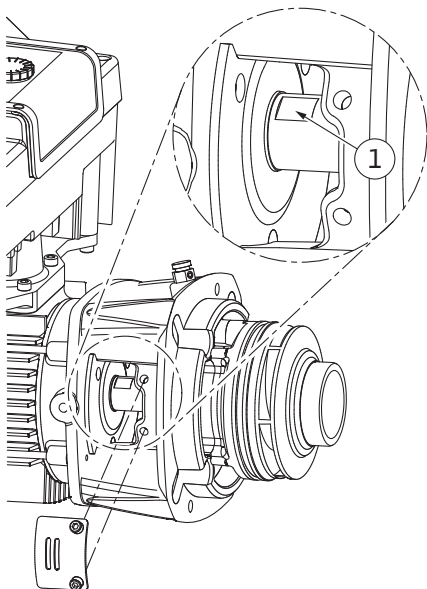

Fig. 100: Cheie fixată pe arbore
14. Introduceți o cheie fixă (deschidere 22 mm), în fereastra piesei intermediare și fixați arborele cu cheia (Fig. 100, Poz. 1). Deșurubați piulița rotorului (Fig. I, poz. 22). Rotorul hidraulic (Fig. I, Poz. 21) este extras automat de pe arbore.
3. Introduceți o cheie fixă (deschidere 22 mm), în fereastra piesei intermediare și fixați arborele cu cheia (Fig. 100, Poz. 1).